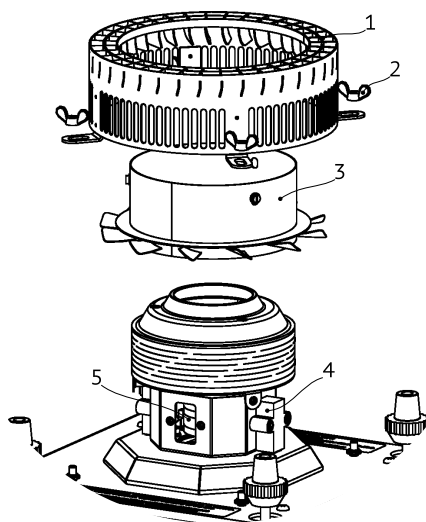

Рисунок 11
9. Открутите четыре гайки-барашка (2), и снимите статор (1), см. Рис. 11.
10. Открутите три винта, фиксирующие крыльчатку (3) на голове и снимите крыльчатку.